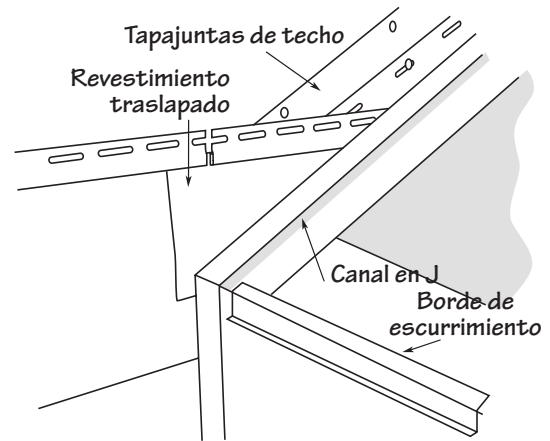

Figura 45.
- Corte un tramo pequeño de revestimiento que se colocará encima del tramo anterior y sobre el canal en J (Figura 45).